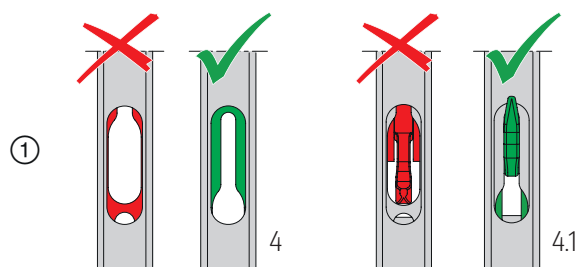

Abb. 54
Hinweis: Die Darstellungen zeigen die Getriebeverlängerung und das Getriebe für Bolzen, die Arbeitsschritte sind für alle Getriebearten gleich. ① Getriebe 4/4.1 in Verschlussstellung (abgesenkte Position) bringen; **Abb. 54**. ② Riegelverbindungsstück von